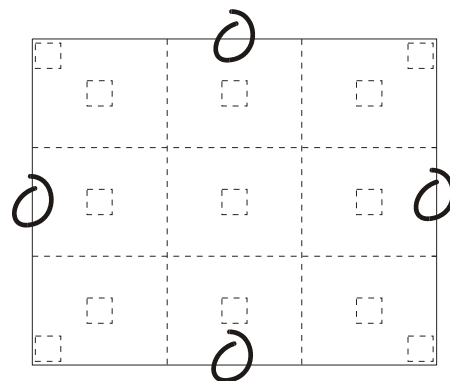

Figura 3-4 Patrón de prueba de 13 puntos
3. Seleccione el patrón de prueba de 13 puntos para un blanco completo de exposición. El patrón de prueba de 13 puntos proporciona nueve “zonas” con 13 objetivos. Consulte **Figura 3-4**.